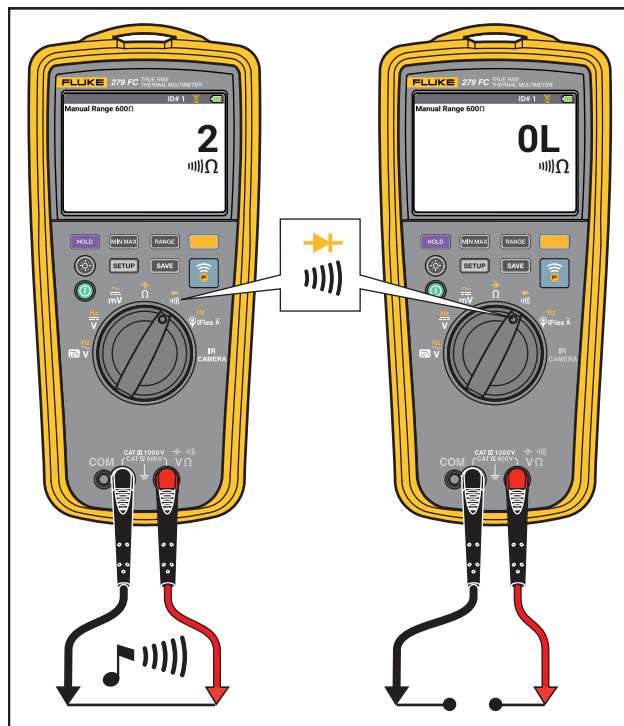

Bild 9. Kontinuitetstester
- Kontinuitetstest. Se bild 9.
Kontinuitetstestet använder en signalfunktion som avges när det avkänns en sluten krets. Med signalfunktionen kan du utföra kontinuitetstest utan att behöva titta på displayen. Se bild 9.